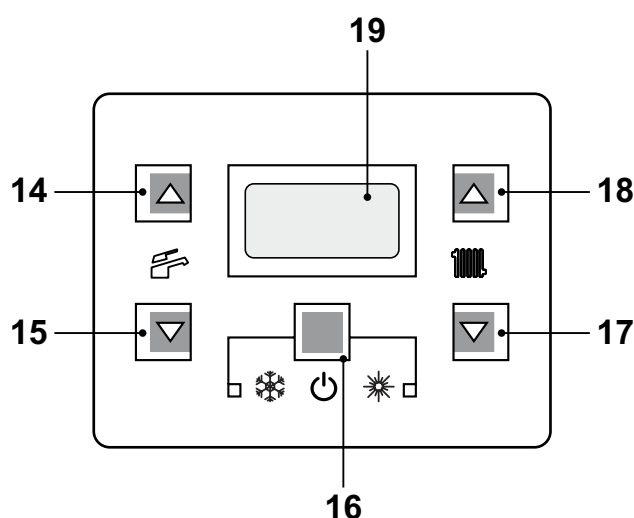

Figura 2.5
- Tenere premuto per 2 secondi il tasto 16 fino a far apparire sul display il simbolo  Figura 2.5 .
La temperatura dell'acqua calda di mandata riscaldamento è regolabile agendo sui tasti 17 (diminuzione) e 18 (aumento) (Figura 2.5) da un minimo di circa 25°C ad un massimo di circa 85°C. Alla prima pressione di uno dei due tasti si ha la visualizzazione del valore di "set", alla seconda pressione si accede alla modifica.
Comunque se la temperatura ambiente non dovesse essere confortevole si può aumentare o diminuire la temperatura di mandata dell'impianto riscaldamento di $\pm 15^{\circ}\text{C}$ agendo sui tasti 17 (diminuzione) e 18 (aumento) (Figura 2.5).
La temperatura dell'acqua calda sanitaria è regolabile agendo sui tasti 14 (aumento) e 15 (diminuzione) (Figura 2.5) da un minimo di circa 35°C ad un massimo di circa 60°C . Alla prima pressione di uno dei due tasti si ha la visualizzazione del valore di "set", alla seconda pressione si accede alla modifica.